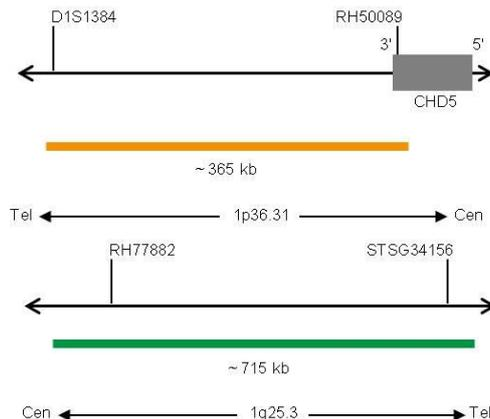

Fig. 1: In alto: Mappa della sonda 1p36; In basso: Mappa della sonda 1q25 (non in scala)
- Polinucleotidi (~4.5 ng/μl) marcati con ZyOrange (eccitazione 547 nm/emissione 572 nm), le cui sequenze target mappano in 1p36.31* (chr1:5,808,946-6,176,336) (vedere Fig. 1).
- Polinucleotidi (~10.0 ng/μl) marcati con ZyGreen (eccitazione 503 nm/emissione 528 nm), le cui sequenze target mappano in 1q25.3* (chr1:184,271,714-184,986,522) (vedere Fig. 1).